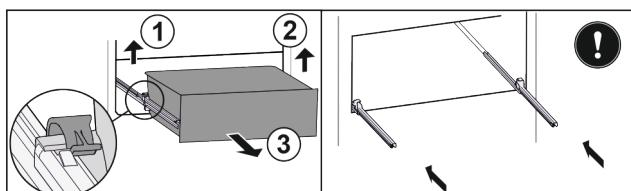

Fig. 26
- Приподнимите левый зажим и одновременно вытяните движением вперед выдвижной ящик слева Fig. 26 (1).
- Приподнимите правый зажим и одновременно вытяните движением вперед выдвижной ящик справа Fig. 26 (2).
- Извлеките выдвижной ящик движением вперед Fig. 26 (3).